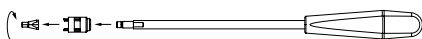

Fig. 1
- Smontare lo strumento inseritore per le viti di bloccaggio con la chiave a bocca SW6, vedere Fig. 1.